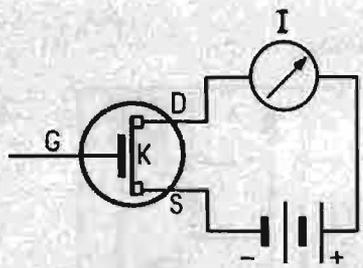

Fig. 1. — Un transistor à effet de champ peut servir de détecteur de champs électrostatiques.
Pour démontrer l'effet d'un champ électrostatique, il n'y a guère mieux, et on s'en doute, que le transistor à effet de champ. Entre les deux électrodes « source » et « drain », ce transistor contient une mince couche de semi-conducteur, appelée « canal » (K, Fig. 1). De plus, on dispose d'une électrode de commande, le « gate » (G). Tant que cette électrode se trouve à une tension nulle (par rapport à la source), le « canal » se comporte comme une résistance de valeur relativement faible, et l'ampèremètre I (Fig. 1) indique une intensité de plusieurs milliampères. Le « gate » et le « canal » se trouvent séparés par une mince couche de semi-conducteur, traitée de façon qu'elle se comporte comme un **isolant**, du moins tant qu'on ne rend pas le « gate » positif par rapport au « canal ». Dans le cas contraire (gate négatif), la charge de cette électrode de commande agit, à travers l'isolant et repousse le courant électronique qui circule de la source vers le drain. Ce courant devient donc d'autant plus faible que le « gate » est plus négatif, et il devient même pratiquement nul, quand la tension gate-source atteint une certaine valeur critique (tension de pincement). La variation de la tension de gate peut, bien entendu, être provoquée par une **source** électrique (pile suivie d'un potentiomètre), connectée à l'aide de fils conducteurs. Mais l'isolement de cette électrode de commande
est suffisamment bon, pour qu'on puisse également commander le courant source-drain par l'**influence** qu'une charge électrostatique exerce sur le gate. Dans le cas du montage de la figure 1, la chose peut être mise en évidence en soudant, en guise d'antenne, un morceau de fil de 10 cm environ sur la connexion de gate. Quand on approche un corps chargé (matière plastique frottée) à quelques dizaines de centimètres de cette antenne, l'aiguille de l'appareil I accuse de fortes variations.